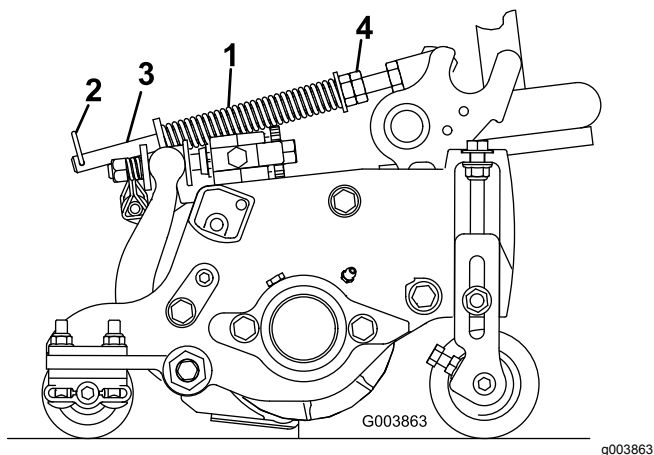

Figura 22
1. Certifique-se de que o pino de perno de gancho está instalado no orifício traseiro na haste da mola (Figura 22).
2. Aperte as porcas sextavadas na extremidade dianteira da haste da mola até que o comprimento da mola em compressão seja de 15,9 cm; consulte a Figura 22.